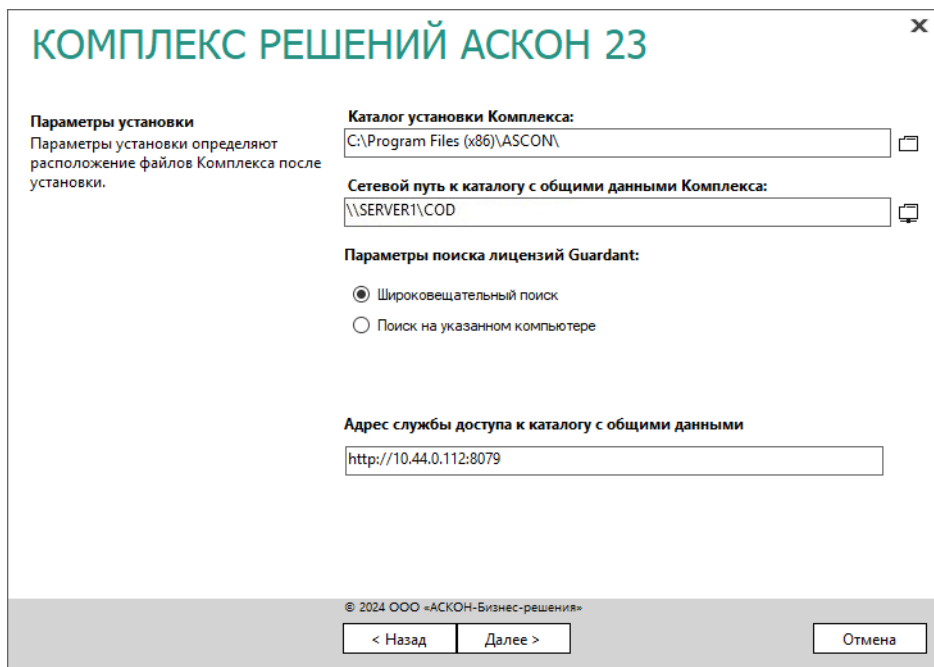

Рис. 4.52
1. Укажите полное имя каталога, в который будут установлены указанные компоненты *Комплекса* (рис. 4.52). При необходимости воспользуйтесь кнопкой **Выбрать**, чтобы указать каталог в стандартном окне Windows.